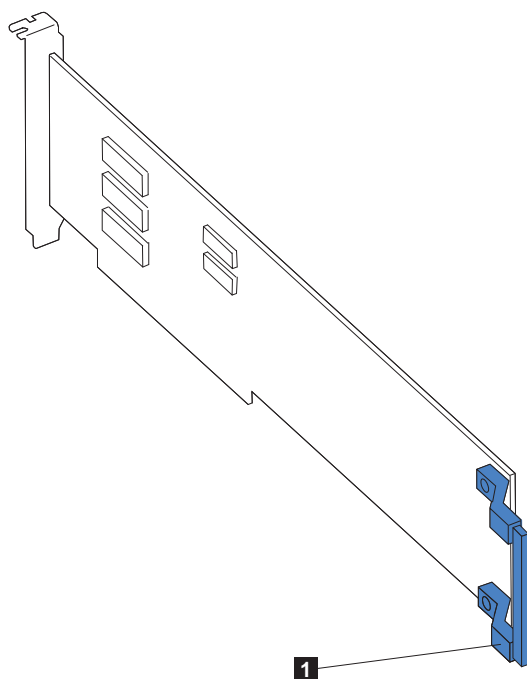

图 42. 标准长度适配器上的适配器导轨的位置
- a. 如果是安装标准长度适配器，则从适配器的末端卸下适配器导轨（如果有的话）（参见图 42）。